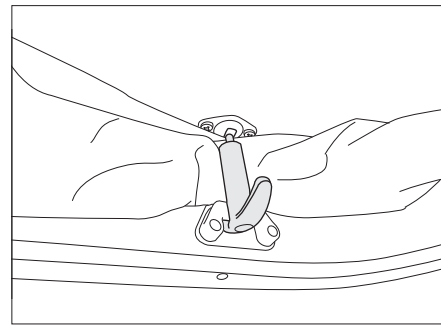

Fig. 72 Sécurité du toit télescopique
- Desserrer les sécurités (Fig. 72) d'une traction.
- Tirer les sécurités (Fig. 72) légèrement vers le bas et les accrocher.